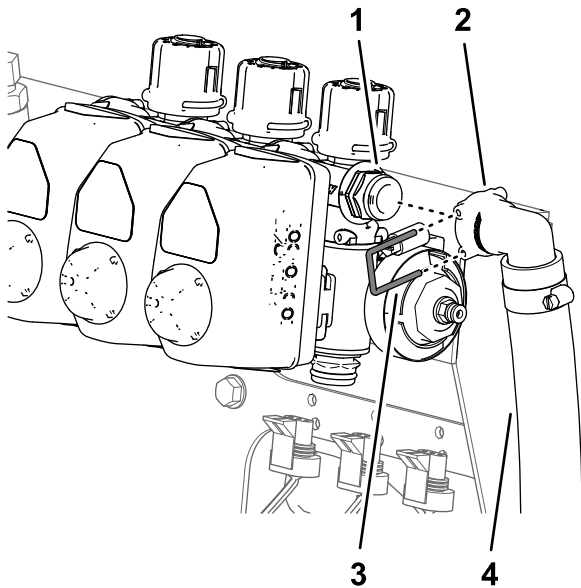

Figure 61
- **Machines sans kit applicateur manuel ou kit dévidoir électrique en option :** retirez le petit étrier qui maintient le raccord rapide du flexible de dérivation sur le raccord rapide de la soupape de dérivation de section droite (Figure 61).